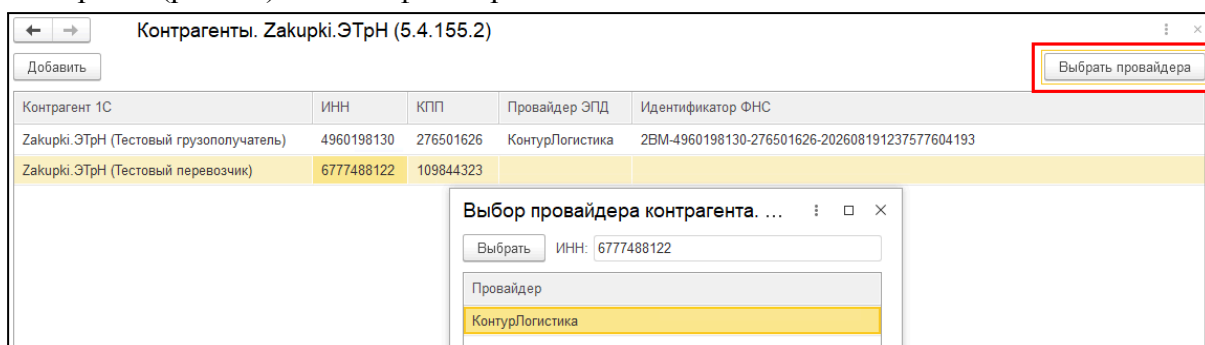

Рис. 86. Выбор и настройка контрагента
3. Нажмите на кнопку «Выбрать провайдера», выделите его в списке и нажмите «Выбрать» (рис. 86). Идентификатор ФНС заполнится автоматически.